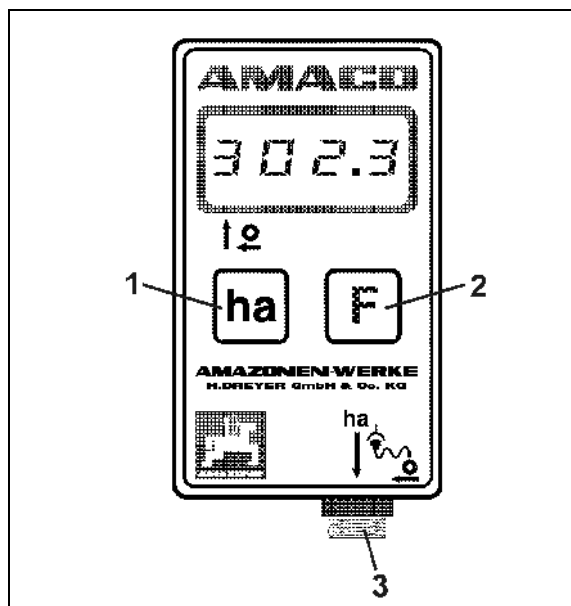

Рис. 3
Кнопка **ha** (Рис. 3/1).
Кнопка **F** (Рис. 3/2).
- **Подсоединение датчика (Рис. 3/3).**